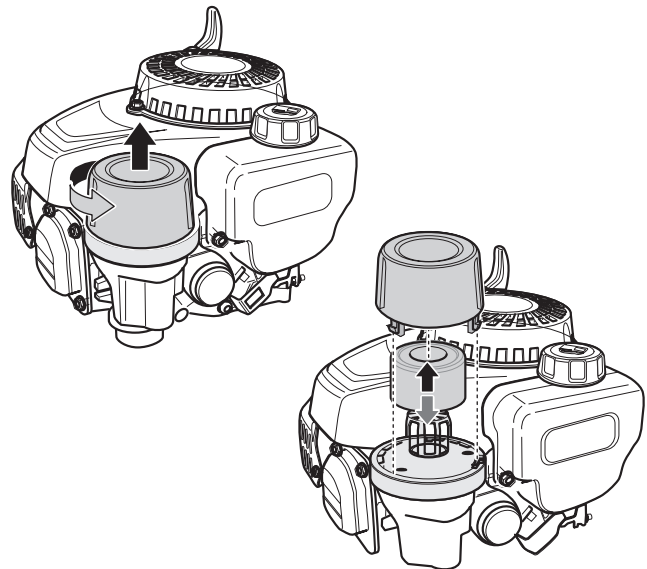

Figura 6-2
1. Quite el filtro de aire, apretando la lengüeta en la parte delantera de la cubierta del mismo. Véase la Figura 6-2. Limpieza de espuma o sustituir los elementos deteriorados.